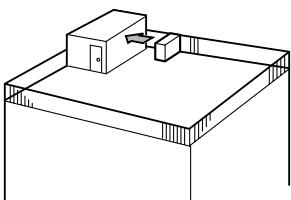

Fig. 2-3
- ① Richt de luchtauitlaat naar de dichtstbijzijnde muur, op ongeveer 50 cm van de muur. (Fig. 2-3)